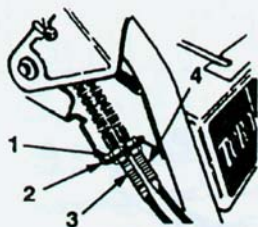

图 27
(图 27)
2. 向上转动下面的螺母来张紧皮带。(图 27)
A. 松开上面的紧固叶轮控制线于架板上的螺母。(图 27)
8. 找到对应更换的皮带的控制线, 松开紧固该控制线于架板上的螺母。(图 27)